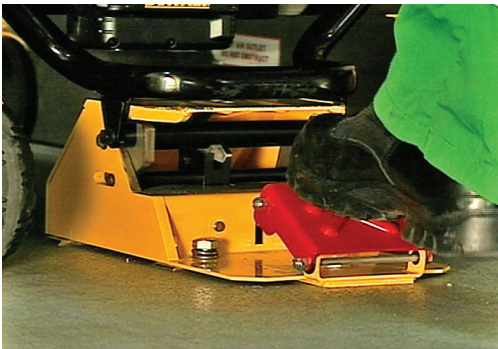

Abbildung 15 – Herunterdrücken des Pedals
1. Das Pedal herunterdrücken, bis der Arretierungsmechanismus die Trage freigibt (Abbildung 15).